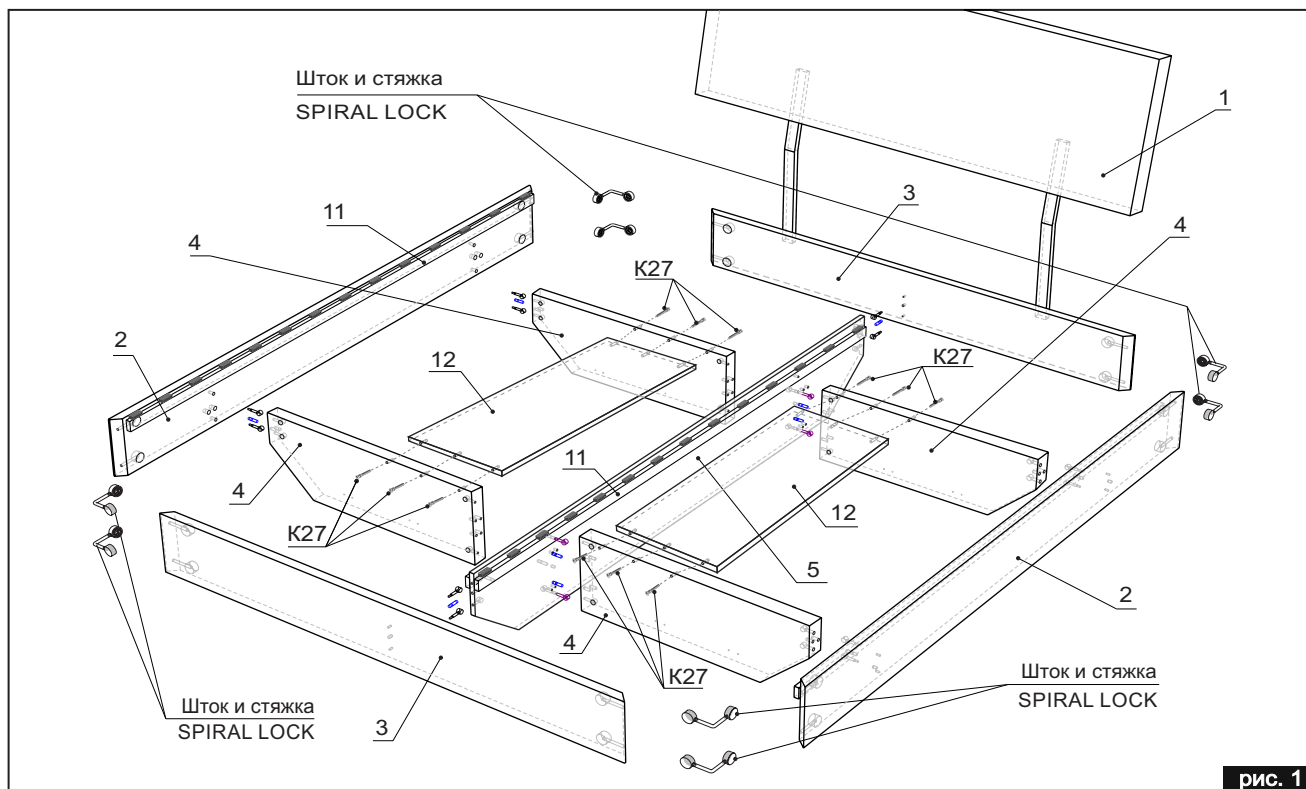
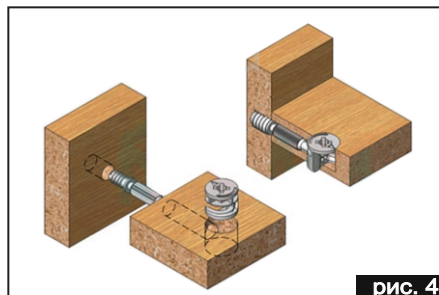
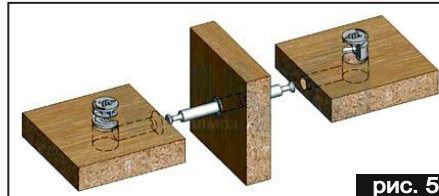

рис. 1
рис. 4
рис. 5
СБОРКА СПАЛЬНОГО МЕСТА (рис.1)
- Установить стяжки-шканты K25 и штоки стяжек двойных K4 в намеченные отверстия на царге центральной (5) (стяжки-шканты K25 устанавливаются в царгу центральную с одной стороны в центральные отверстия, а с другой стороны в боковые отверстия) (рис.1а). Соединить поперечены (4) с царгой центральной (5). Совместить штоки стяжки двойной K4 и шканты K25, установленные в царге центральной, с отверстиями на торцах поперечен (рис.1а), затянуть стяжки эксцентрики двойные K4 (рис.5).
- Установить шканты K3, соединительные болты K2, стяжки-шканты K25, SPIRAL LOCK Стяжка в пластиковом корпусе K6 (SPIRAL LOCK Стяжка устанавливается так, чтобы отверстие в пластиковом корпусе совпадало с отверстием в торце царги) в намеченные отверстия на царгах боковых (2) (рис. 1). Соединить царги боковые (2) с конструкцией, полученной в пункте 1. Совместить соединительные болты K2, шканты K3, стяжки-шканты K25, установленные на боковых царгах, с отверстиями на торцах поперечен (4), затянуть эксцентрики K1 (рис. 1, рис. 4).
- Установить шканты K3, соединительные болты K2, SPIRAL LOCK Стяжка в пласт. корпусе K6 (SPIRAL LOCK Стяжка устанавливается так, чтобы отверстие в пластиковом корпусе совпадало с отверстием в торце царги) в намеченные отверстия на царгах малых (3), так же в отверстия на торцах установить SPIRAL LOCK Шток двухсторонний угловой K5 (рис.1). Соединить царги малые (3) с конструкцией полученной в пункте 2. Совместить шканты K3 и соединительные болты K2, установленные на царгах малых, с отверстиями на торцах царги центральной (5), SPIRAL LOCK Штоки двухсторонние угловые K5 с отверстиями на торцах царг боковых (2), затянуть эксцентрики K1 на центральной царге, затянуть SPIRAL LOCK Стяжка в пласт. корпусе K6.
- Расположить брусья с латодержателями (11) на поперечинах (4) вдоль царг боковых (2) по 1 шт. и притянуть их шурупами 3,5x40 K7 (по 7 шт. на брус). Оставшиеся два бруса (11) расположить на поперечинах (4) по обе стороны от царги центральной (5) и притянуть их саморезами 3,5x35 (по 7 шт. на брус) к поперечине (5). Установить ламели в латодержатели.
- Центральные панели (12) расположить по обе стороны царги центральной (5) между поперечен (4), завернуть евровинты K27 (рис. 1). Закрывать евровинты K27 заглушками K28.
рис. 1а